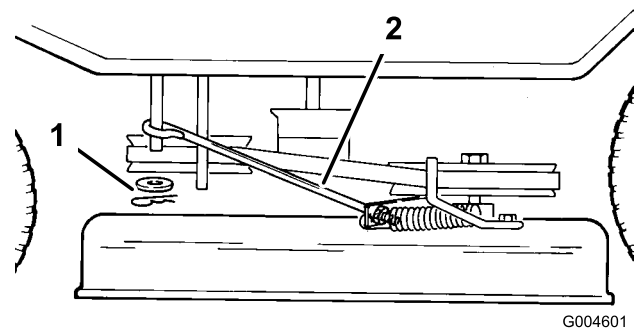

Figure 40
11. Enlevez la goupille fendue et la rondelle du bras de commande de la lame, du côté gauche du plateau de coupe (Figure 40).
17. Montez et fixez la tige de commande de la lame sur le bras de commande à l'aide de la rondelle et de la goupille fendue (Figure 40).